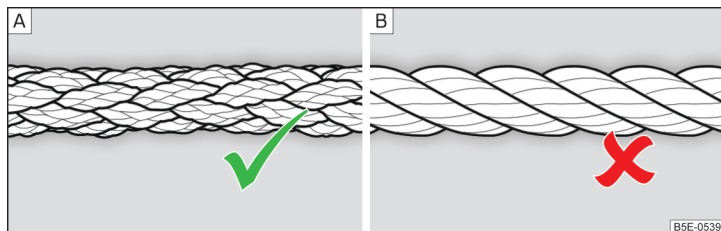

Fig. 166 Cablul de tractare împletit/cablul de tractare înfășurat
Pentru tractare trebuie utilizat un cablu de tractare împletit » fig. 166 - A.
- La tractare nu utilizați cablu de tractare înfășurat » fig. 166 - B, cârligul de tractare s-ar putea desface la autovehicul - există pericol de accident.